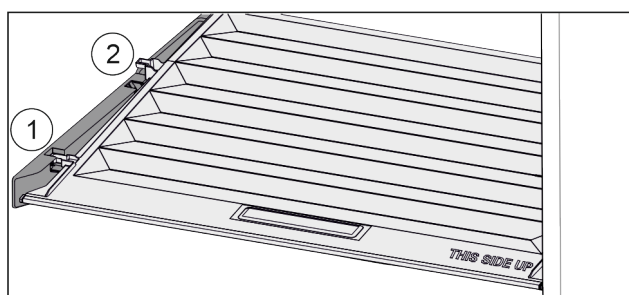

Fig. 27
- ▶ Потянуть крышку до отверстия в поддерживающих деталях вперед Fig. 27 (1).
- ▶ Поднять сзади снизу и извлечь Fig. 27 (2) движением вверх.